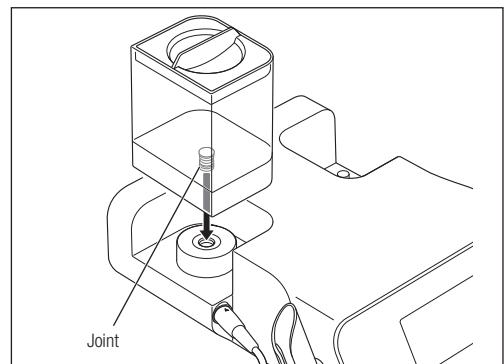

Fig. 13
- 3) Fermez bien le capuchon de la bouteille d'irrigation et insérez le joint dans le connecteur de base de la bouteille d'irrigation (Fig. 13). Soulevez la bouteille d'irrigation pour la retirer.